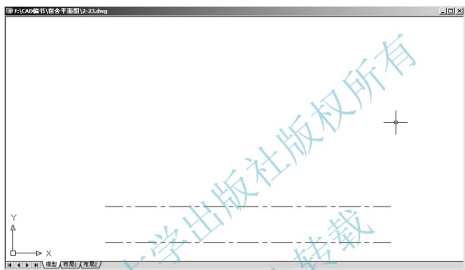

图 2.25 用【偏移】命令生成 B 轴线
(1) 单击【修改】工具栏上的【偏移】图标或在命令行输入“O”并按 Enter 键，启动【偏移】命令，查看命令行。
① 在指定偏移距离或 [通过 (T)/ 删除 (E)/ 图层 (L)] <通过>: 提示下，输入 B 轴线和 A 轴线之间的距离“5400”后按 Enter 键，表示偏移距离为 5400mm。
② 在选择要偏移的对象或 [退出 (E)/ 放弃 (U)] <退出>: 提示下，单击选择 A 轴线，此时 A 轴线变虚。
③ 在指定要偏移的那一侧上的点或 [退出 (E)/ 多个 (M)/ 放弃 (U)] <退出>: 提示下，在 A 轴线上侧任意位置单击，则生成 B 轴线。
④ 按 Enter 键结束【偏移】命令，结果如图 2.25 所示。